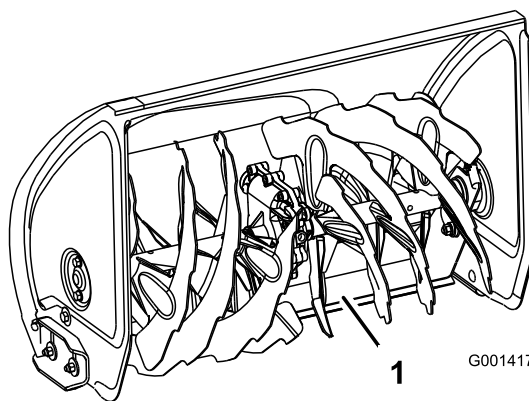

Рисунок 43
4. Нажмите вниз на рукоятки, чтобы поворотный скребок мог переместиться полностью вперед, затем опустите переднюю часть снегоочистителя вниз для того, чтобы передний край скребка коснулся земли (Рисунок 43).